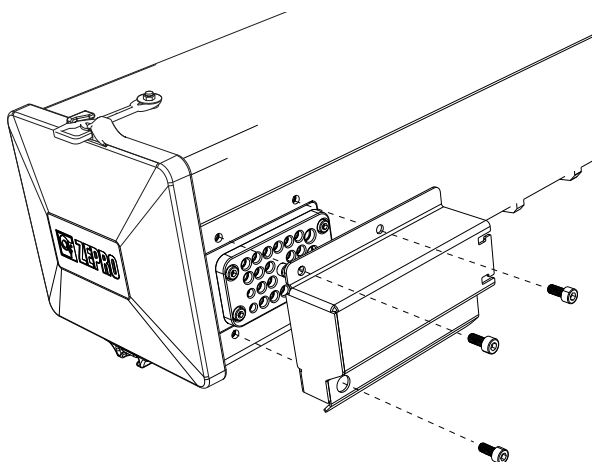

Bild 80. Kabelgenomföringens skyddskåpa sitter monterad med tre skruvar
1. Demontera kabelgenomföringens skyddskåpa, den sitter monterad med tre skruvar, se Bild 80.
2. Montera kabelgenomföringens skyddskåpa med de tre tillhörande skruvarna, se Bild 80. Åtdragningsmoment: 8 Nm.